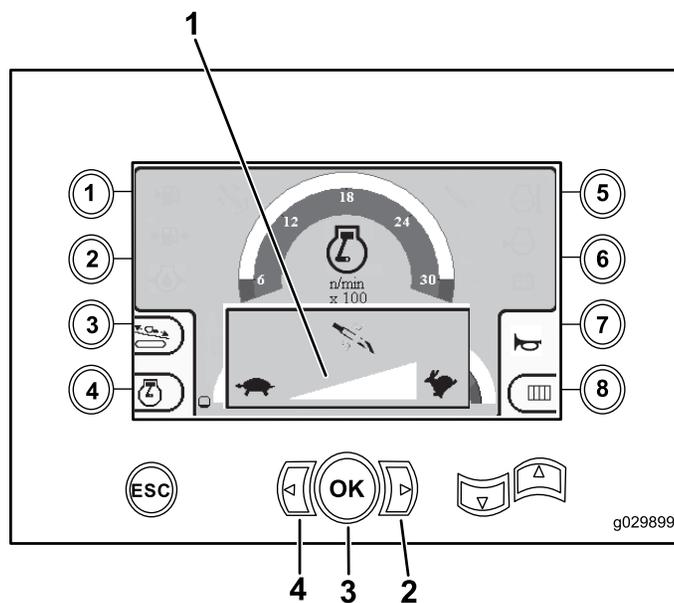

Figure 4
- Appuyez sur la flèche vers la gauche pour réduire la vitesse maximale ou sur la flèche vers la droite pour l'augmenter (Figure 4).
- Relâchez le bouton OK pour programmer la vitesse de rotation de la foreuse (Figure 4).